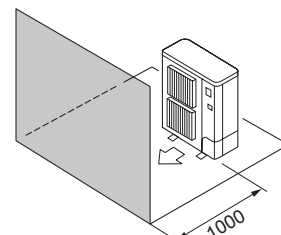

Fig. 2-9
- ④ Ovire samo na sprednji strani (Fig. 2-9)